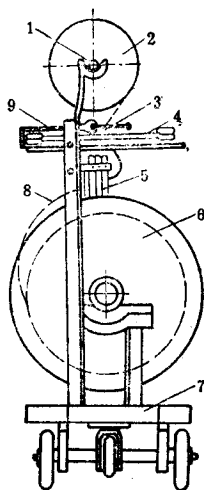

图2-4
(4) 抽导布辊(L43)前，先揩擦干净一端，抽出时防止导布辊与刺毛皮相碰，以免造成油污和破洞。
(5) 机后两人在取出停经片铁条和综框时，一手托住综框，另一手卸去吊综钩，再将停经片和综框、钢箱顺次放在织轴车上。两人动作必须一致，轻取轻放，以免碰断经纱，见图2-4。
(6) 综框取下后，吊综钩即翻在上横梁上。
(7) 卷布辊支撑脚(L16)压下时，必须通知3号同时进行，以免产生坏布。